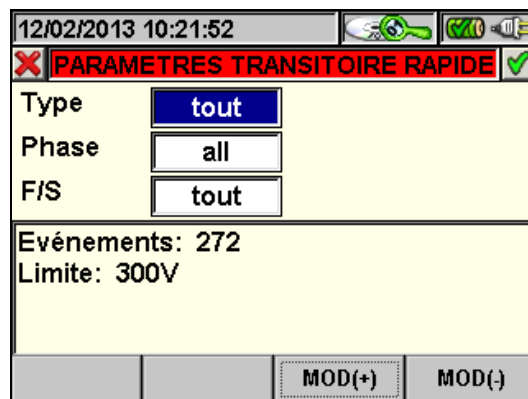

Fig. 125 : Transitoires ou Spikes paramètres
- La touche **F2** (ou **PARAM** à l'écran) accède à la page qui montre les réglages effectués pour les Spikes (Fig. 125)